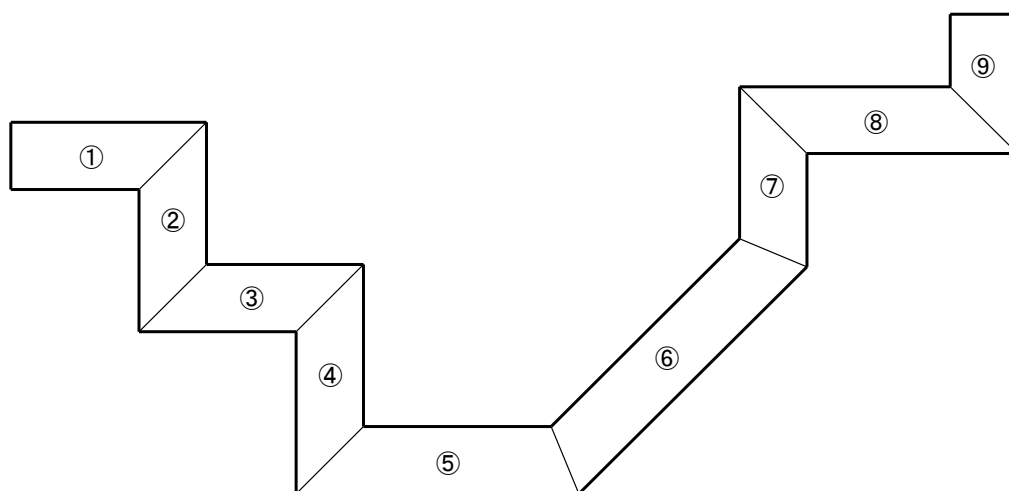
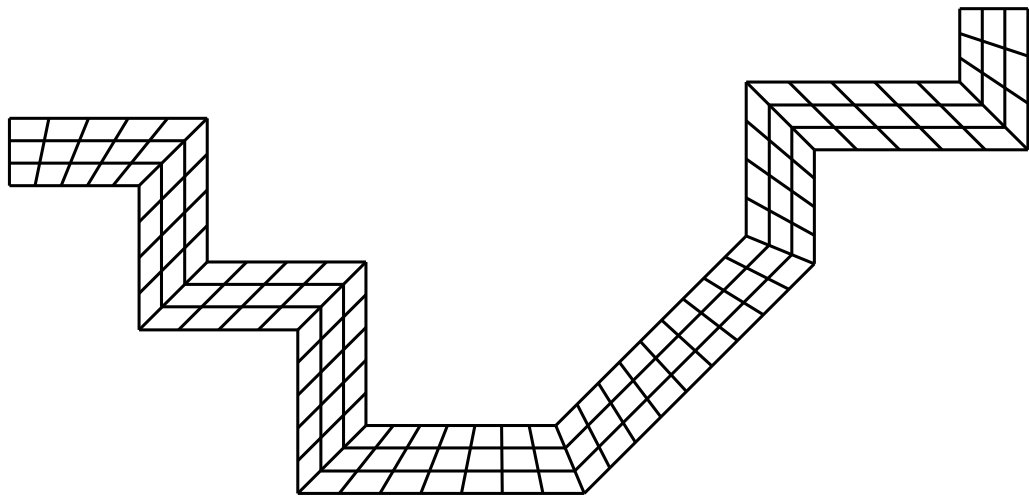

図3-1 形状変化の数が多き断面例
図3-2 形状変化の数が多い断面の分割メッシュ例
これは3.1節の④に当てはまらない断面で、その一例を図3-1に示します。同図のように形状変化の数が多き断面全体を一括して自動メッシュすると、適切なメッシュ生成が難しく、可能な場合でも非常にメッシュ数が多くなります。このような形状変化の数が多き断面では、分割して部分毎に自動メッシュする方がよいです。図3-1のように、①～⑨の9つの部分に分け、各部分毎に四辺メッシュにより自動メッシュを行ないます。そして、各部分を合成して断面全体とすると、図3-2のような断面メッシュが得られます。